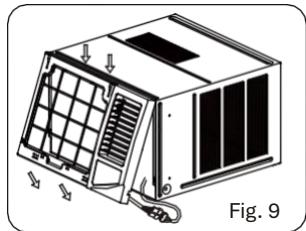

Fig. 9
- Pendure a borda superior da armação. Em seguida, ligue as fichas do acoplador e certifique-se de que não interferem com o cabo do sensor de temperatura (ver Fig. 9).